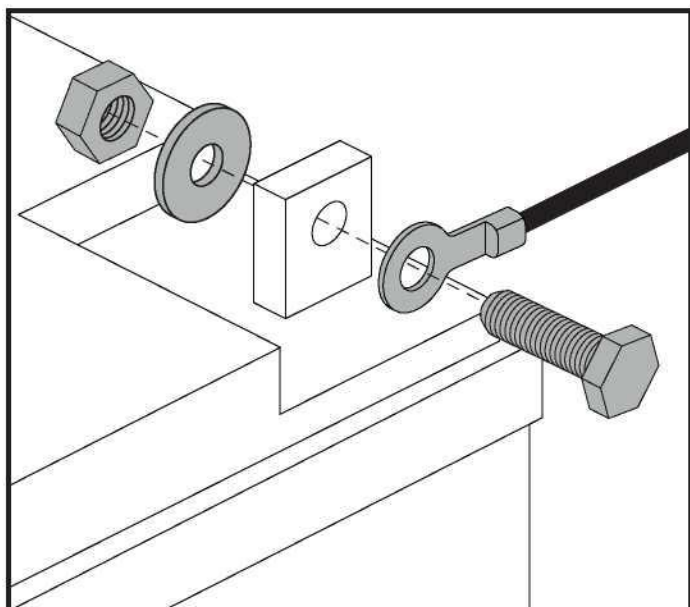

Figure 15. Batterie Borne Matériel - Configuration 1
4. Débranchez les câbles des bornes des batteries en soulevant la housse des bornes et en desserrant le boulon et l'écrou sur chaque borne. Voir la figures 15 et 16.